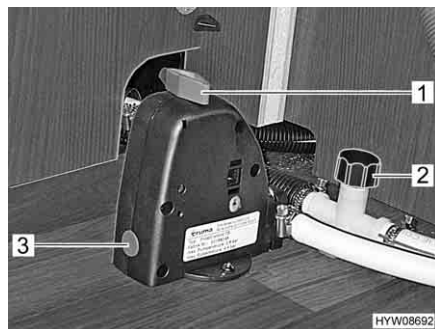

Fig. 108 Valvola di sicurezza/di scarico e rubinetti di scarico
- Chiudere la valvola di sicurezza/di scarico (Truma). A tal fine ruotare la manopola (Fig. 108,1) verticalmente rispetto alla valvola di sicurezza/di scarico e premere verso l'interno il bottone automatico (Fig. 108,3). Con temperature inferiori a 6 °C non è possibile chiudere la valvola di sicurezza/di scarico.
- Chiudere i rubinetti di scarico (Fig. 108,2). A tal fine, ruotare il coperchio in senso orario. L'ubicazione delle valvole di sicurezza/di scarico e dei rubinetti di scarico è riportata al paragrafo "Posizione dei rubinetti di scarico delle valvole di sicurezza/di scarico", alla fine di questo capitolo.
- Aprire i rubinetti di scarico (Fig. 108,2). A questo scopo ruotare il coperchio in senso antiorario.
- Aprire la valvola di sicurezza/di scarico (Truma). A tal fine ruotare la manopola (Fig. 108,1) nel senso della lunghezza della valvola di sicurezza/di scarico.